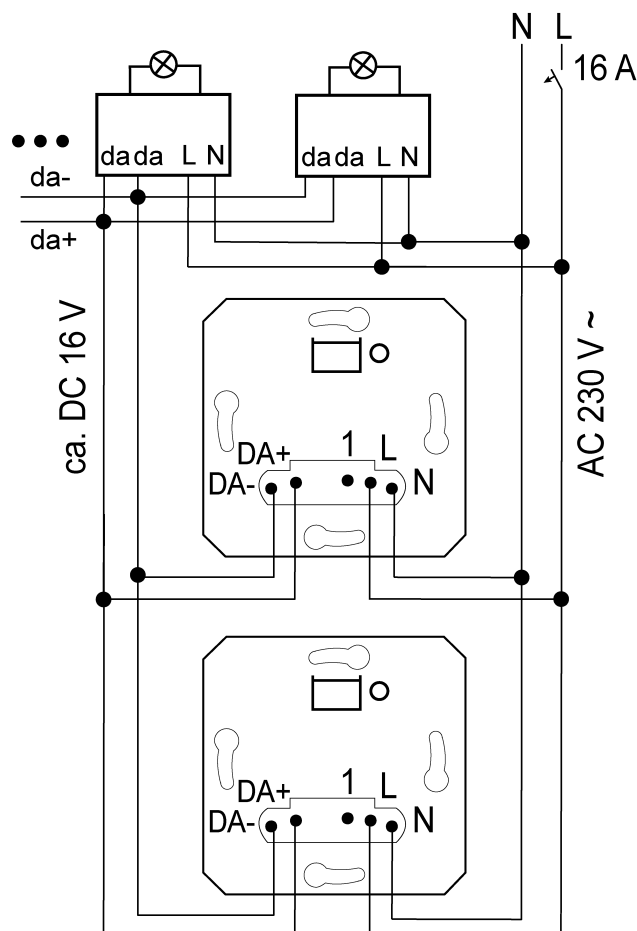

рисунок 3: Параллельное включение вставок DALI
- При параллельном включении нескольких вставок DALI необходимо соблюдать полярность (рисунок 3).